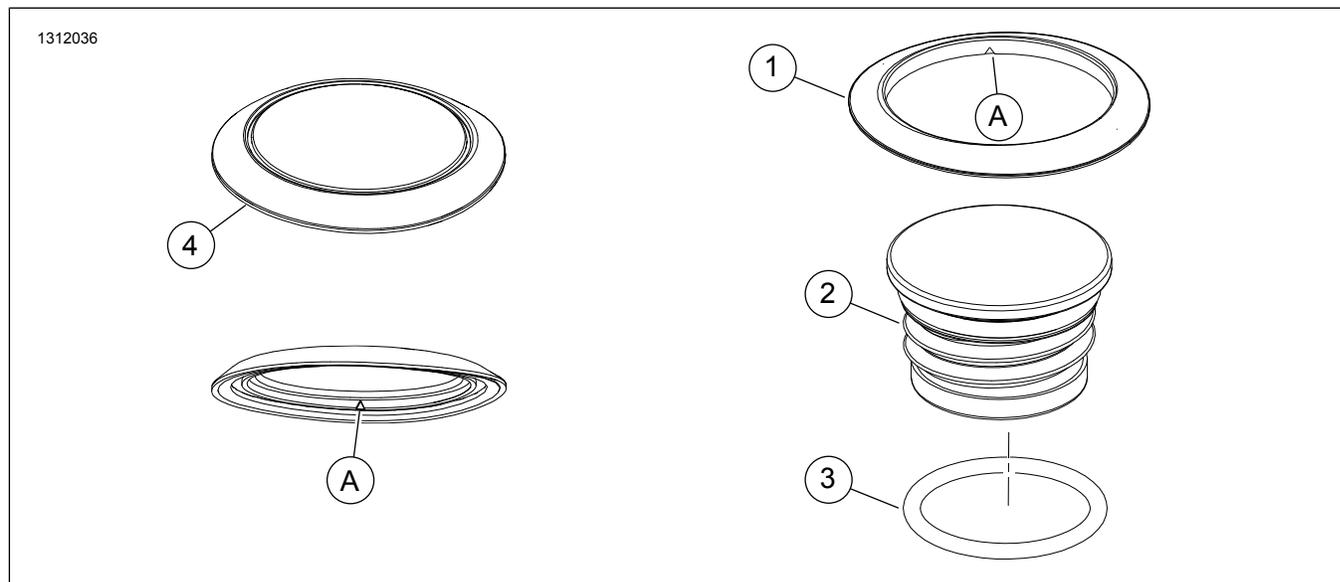

Figure 5. Pièces de rechange : Kit de bouchon de carburant encastré
Consultez Figure 5 et Tableau 1 .
- Consultez Figure 5 . En positionnant l'encoche (A) vers l'avant de la motocyclette, pivotez légèrement l'anneau de garniture afin de déterminer la meilleure position de la partie inférieure de l'anneau contre le contour du réservoir.
4. Consultez Figure 5 . En positionnant l'encoche (A) vers l'avant de la motocyclette, pivotez légèrement le bouchon factice afin de déterminer la meilleure position de la partie inférieure du bouchon contre le contour du réservoir.